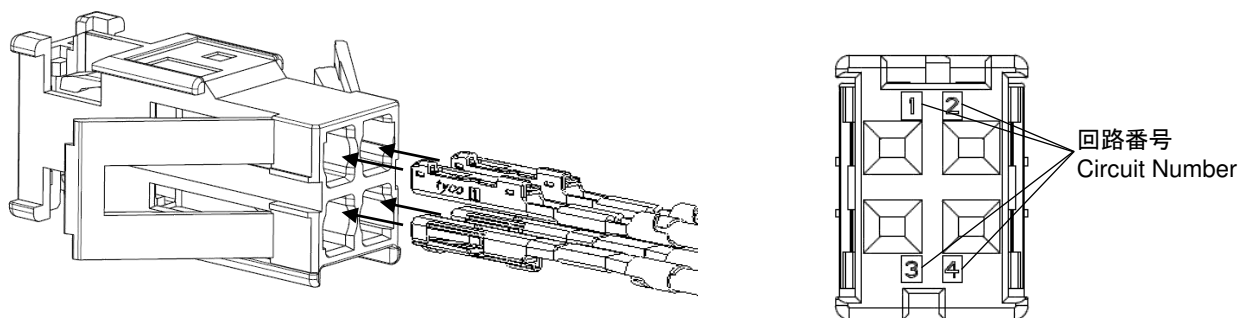

Fig.11
B. Fig.11 に示すコンタクトの向きで、ハウジングキャビティに刻印されている回路番号を参考に該当するキャビティに挿入して下さい。端子が係止され、それ以上挿入できなければ完了です。
Make sure “Circuit No.” of “Housing Cavity” and insert contacts into specified cavities of it” as shown in Fig.11. When contacts are locked and do not go in, inserting is complete.